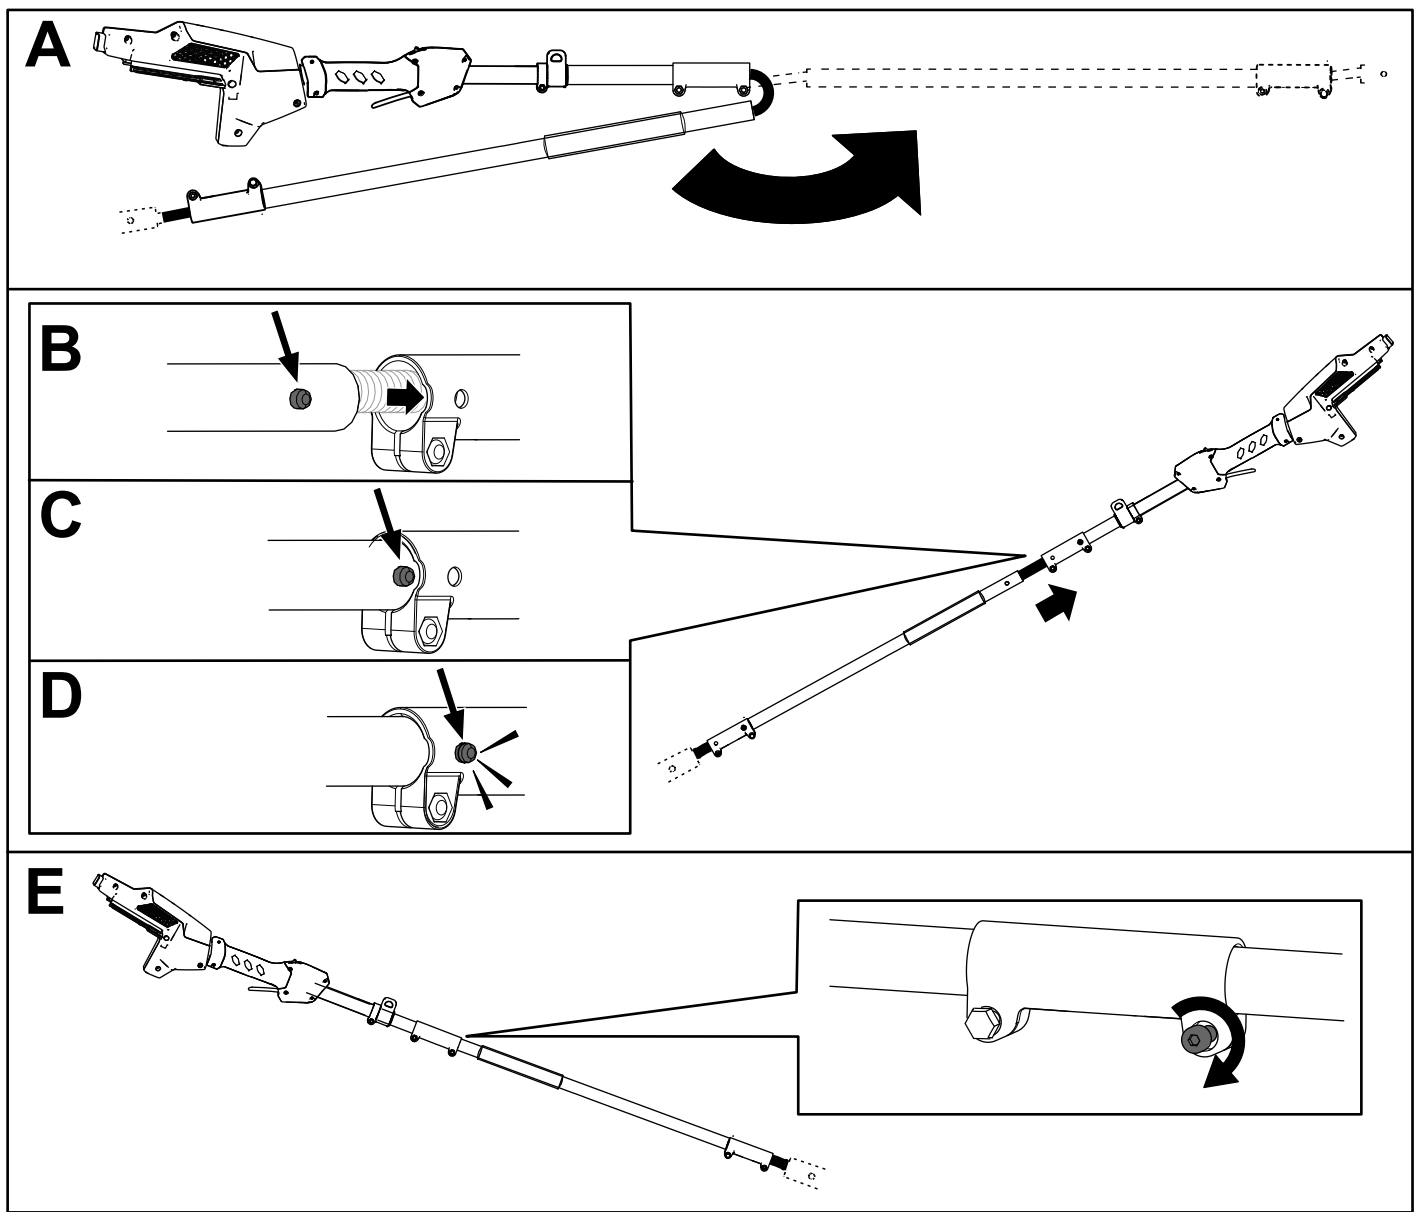

Figura 5
2. Alinee el bot n de bloqueo de la secci n central con el orificio de la secci n de la empu adura y junte las dos secciones (Figura 5).
3. Utilice la llave suministrada para sujetar entre s  estas dos secciones de la p rtiga (Figura 5, E).
4. Repita este procedimiento para conectar la secci n de la sierra a la secci n central (Figura 5).